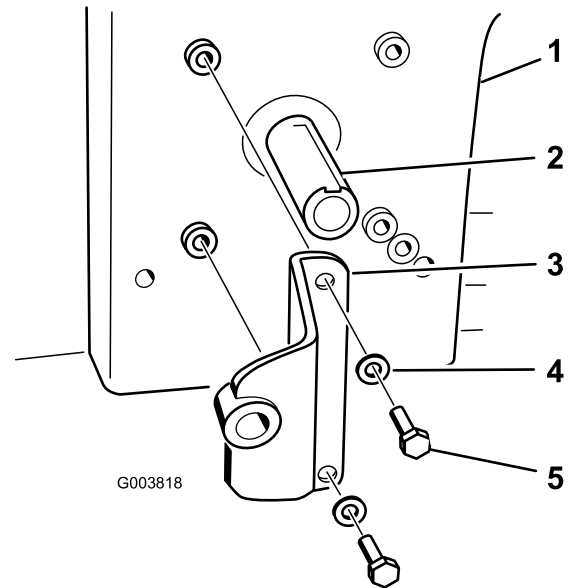

Bild 19
4. Befestigen Sie die Pumpenhalterung mit zwei Schrauben ($\frac{5}{16}$ " x $\frac{3}{4}$ ") und zwei Scheiben ($\frac{3}{8}$ ") an der Pumpenhalterung. Siehe Bild 19